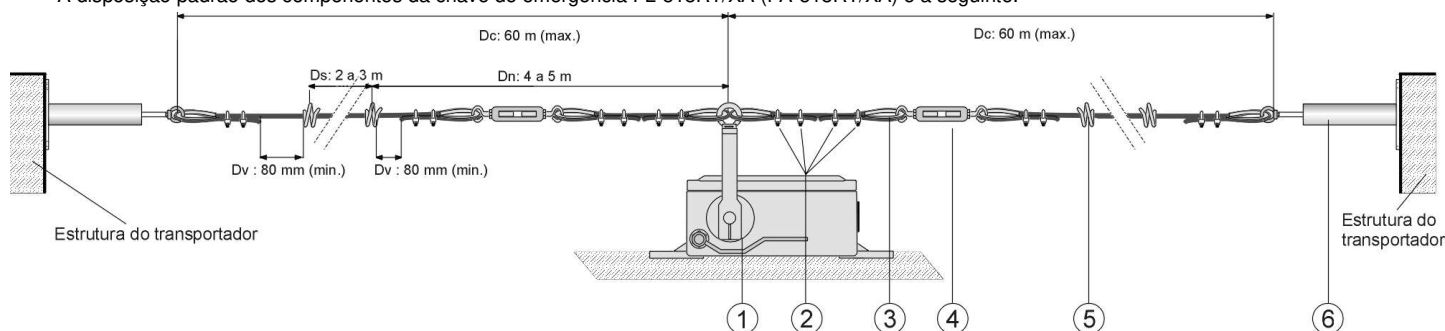

Fig. 1 – diagrama de montagem da chave com os acessórios
- 4.1 Fixar os tracionadores, suportes de cabos e as chaves de emergência na estrutura do transportador conforme fig. 1.
- 4.6 Destravar a chave. Neste momento, a alavanca deve ficar aproximadamente na posição vertical (como no diagrama da fig. 1). Para fazer o ajuste fino de posição da alavanca, feche um dos esticadores, girando o seu corpo no sentido anti-horário, até que a alavanca da chave fique na posição vertical. Se necessário, ajuste o outro esticador.